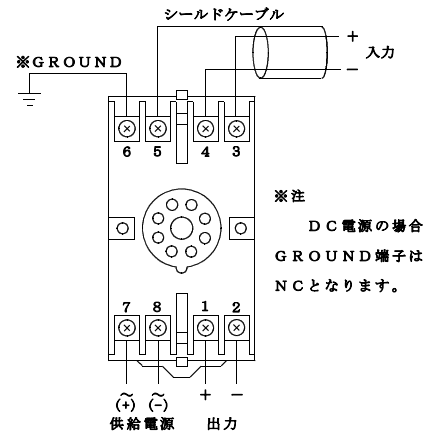

図2
2. 配線は図2の接続図により接続し、電線は回路の定格容量に適合するものを使用してください。
3. 入力ラインにノイズが混入する場合は入力にシールド線を使用しシールド外皮を⑤のS端子に接続すると効果があります。
4. 電源ラインにノイズが多発する場合は、⑥のG端子を接地して使用すると効果があります。ただし、直流電源の時は⑥端子はNCとなります。